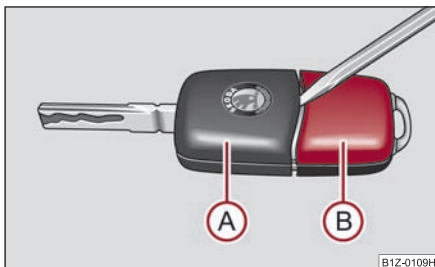

Fig. 38 Separar la llave con radiotelemando
Cada llave con mando a distancia contiene una pila que se encuentra en la tapa (B) de la carcasa del emisor ⇒ página 44, fig. 38. Le recomendamos que lleve a cambiar la pila de la llave a un servicio oficial. No obstante, si desea cambiar usted mismo la pila usada, haga lo siguiente: